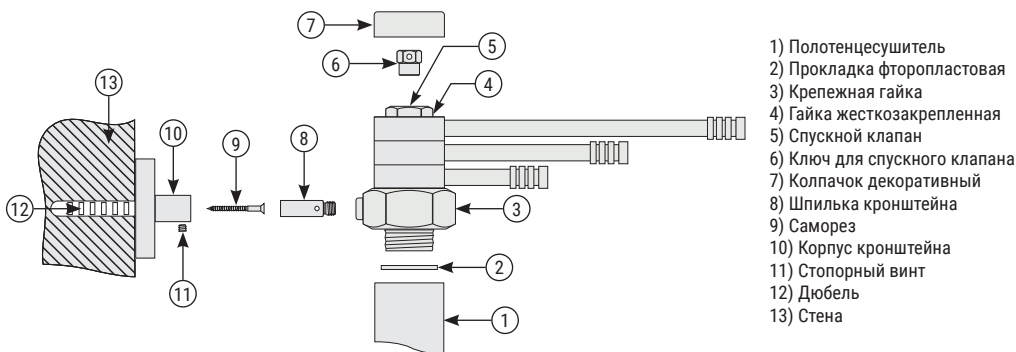

Рис. 1
3.2. В процессе сборки использовать только новую фторопластовую прокладку для коллектора, которая идет в комплекте (рис. 1 «2»).
3.3. Открутить сверху декоративный колпачок веера, поворачивая его против часовой стрелки, и соединить вешалку «ВЕЕР» с коллектором дизайн-радиатора посредством резьбового соединения согласно схеме (рис. 1).
3.4. С помощью гаечного ключа №24 затянуть с усилием равным 70 Н/м – 7 кг вешалку за гайку, расположенную сверху и жестко закрепленную на оси, для обеспечения герметичности (рис. 1 «4»).
3.5. В случае неравномерного прогрева полотенцесушителя после завершения монтажа необходимо стравить воздух через воздушный клапан (рис. 1 «5»), применяя специальный ключ (рис. 1 «6»), который идет в комплекте. Максимальное усилие затяжки спускного клапана динамометрическим ключом не должно превышать 6 Н/м – 0,6 кг.